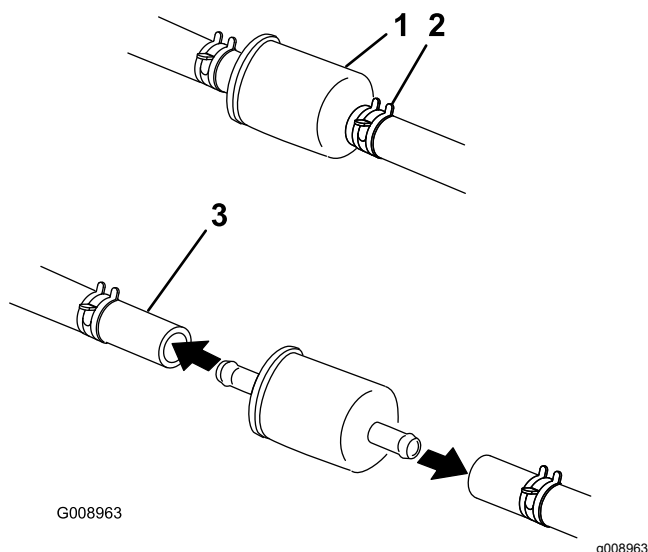

Figure 37
5. Pincez les extrémités des colliers et éloignez les colliers du filtre (Figure 37).
7. Posez un filtre neuf et rapprochez les colliers de fixation du filtre (Figure 37).